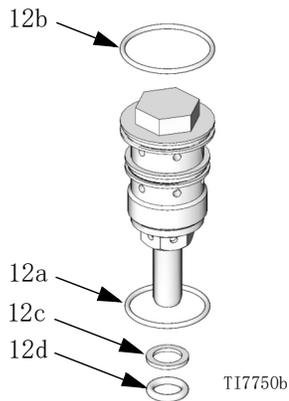

图 13: 原动阀详图
4. 请参见图 13。拧下动阀组件（12）。小 O 形圈（12c、12d）可能不会随动阀组件卸下。一定要将它们从顶帽（1）或底盖（3）上卸下。